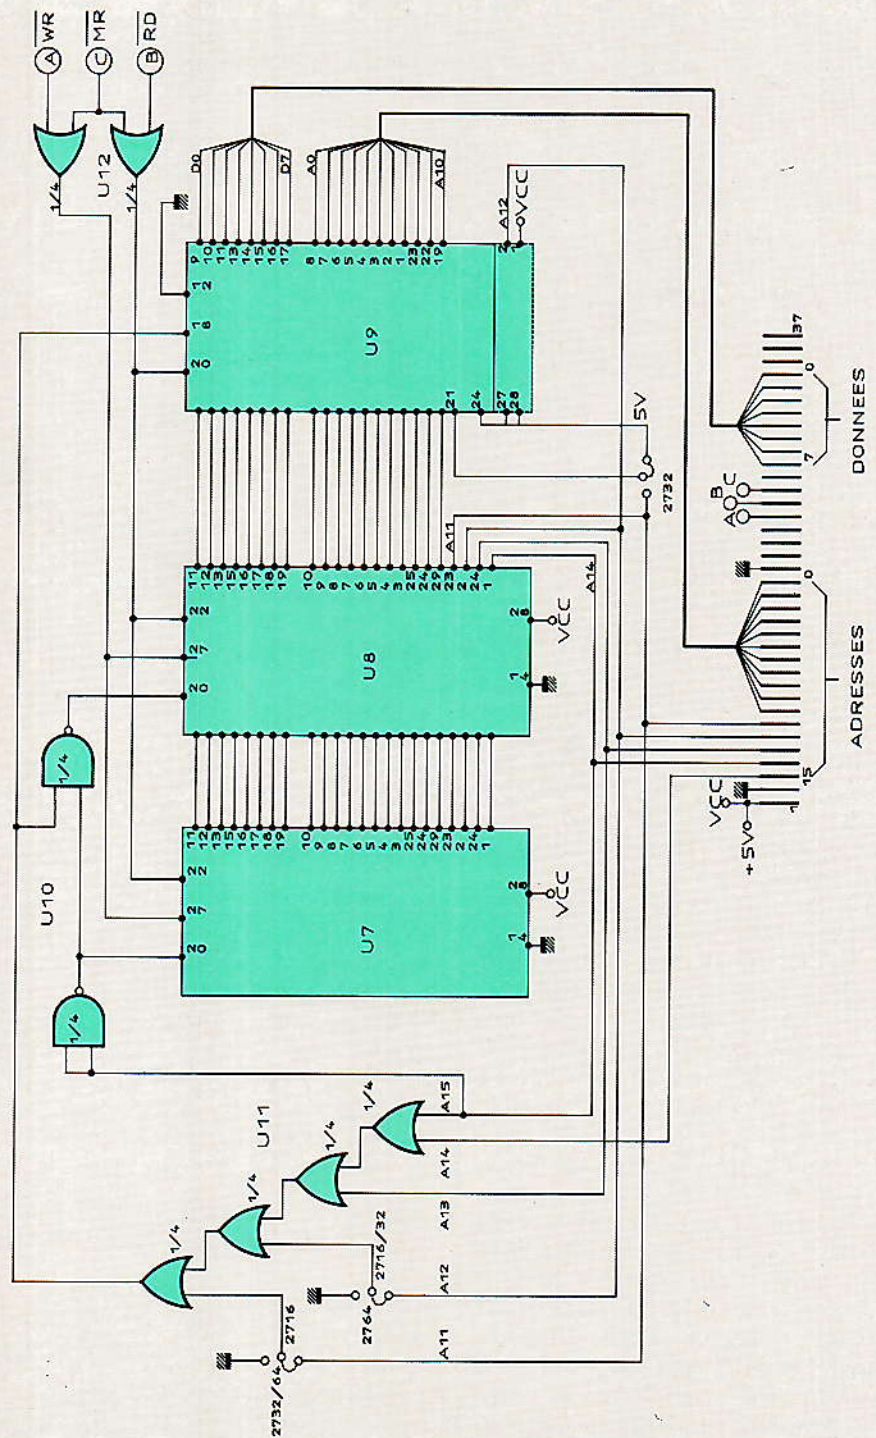

Figure 3 - Carte RAM + REPRAM.
adressable en RAM. Dans le cas du tampon pour imprimante, l'Eprom est une 2716, il reste donc 62 kilos adressables en RAM. Deux circuits suffisent pour atteindre une telle capacité, il s'agit des 43 256 qui sont organisés en 32 kO et ne demandent pas de rafraichissement (RAM statique)... La validation des circuits est assurée par les circuits U10 et U11. Seuls 30 kilos sont utilisés dans U8, les deux kilos restants sont masqués par la 2716. Les 2764 utilisent 28 broches alors que les 2716 et 2732 n'en comptent que 24 ; il est donc impératif de bien positionner les 2716 (32) sur la gauche du support 28 broches afin d'éviter toute détérioration du matériel. Pour plus de détails, on se reportera au schéma de la **figure 3** ainsi qu'au tableau de répartition de l'espace adressable de la **figure 4**. Le circuit U12 assure la synchronisation des signaux de lecture et écriture des mémoires avec le signal-MREQ issu du microprocesseur.